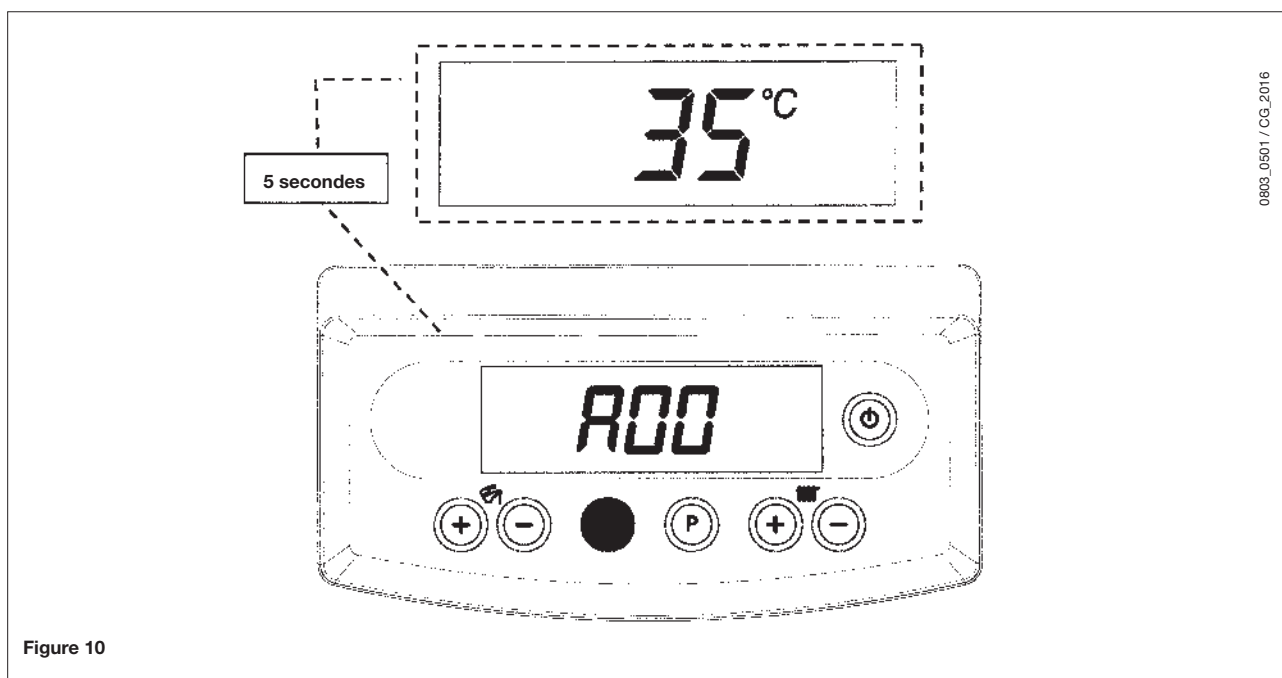

Figure 10
- Appuyer sur la touche **R** pendant au moins 6 secondes, jusqu'à ce que l'écran affiche "A00" (... "A07") en alternance avec la valeur (par ex. figure 10);